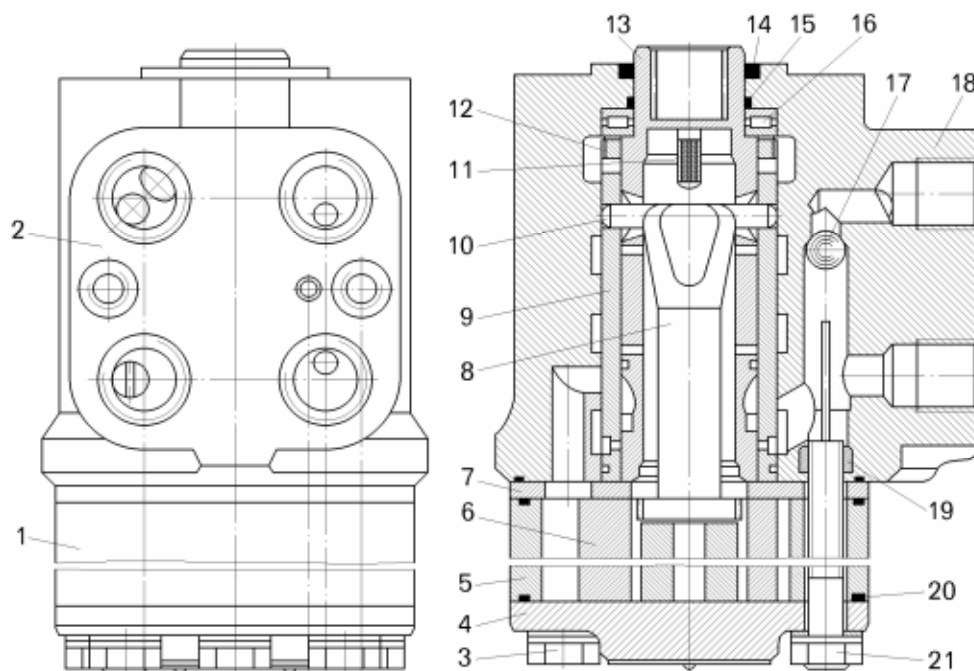

Рисунок 9.6 – Гидравлический рулевой механизм:
- отвернуть болты 3 и специальный болт 21 с накатанной головкой (рисунок 9.6);